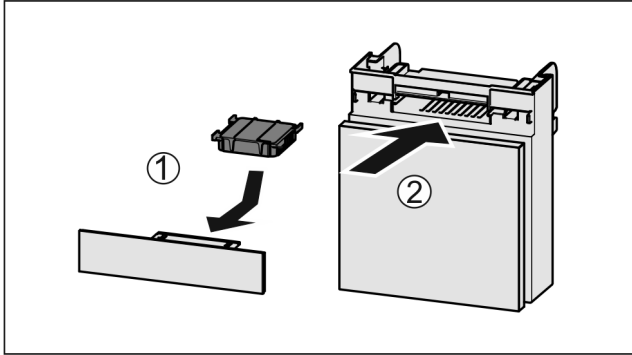

Fig. 147
- ▶ Вставити фільтр з активованого вугілля за малюнком Fig. 147 (1).
- ▶ Вставити відділення Fig. 147 (2).